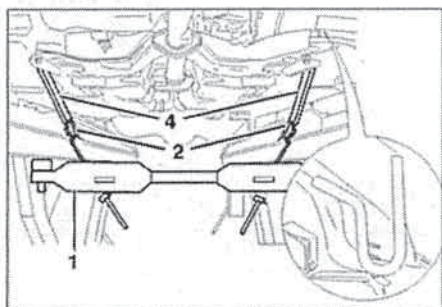

FIG. 3
- Engager les sangles (4) équipées de leurs manilles (2) dans les anneaux d'arrimage soudés à la caisse (Fig.3).
Tête de mesures (bras) Voir Fig. 3